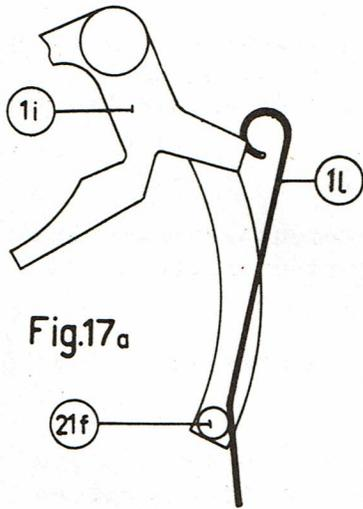

Fig.17a
- 4) La goupille de contact doit alors commander successivement les mouvements suivants du levier 1i et le ressort 1l de la position "déconnecté" vers la position "connecté" (voir la fig. 17a).